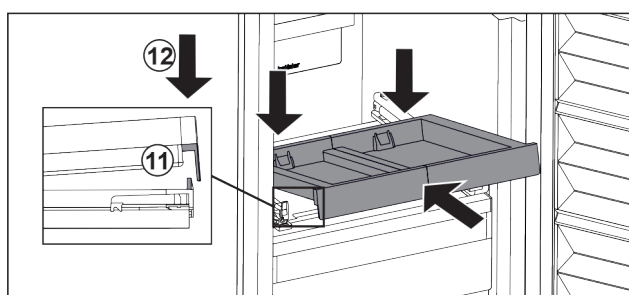

Fig. 142
- Šikmo zasuňte. Dbejte, aby byl na obou stranách doraz za západkou. Fig. 142 (11)
- Usadte vpředu vysouvací přihrádku. Fig. 142 (12)